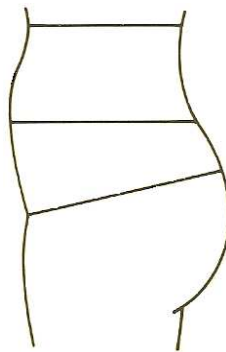
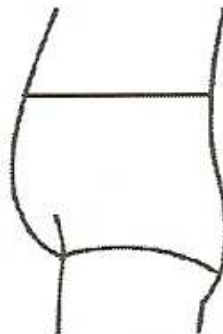

Figure 10 : Forme ventrière (29)
Figure 11 : Forme ventrière (25)
- Forme ventrière (homme surtout ou femme à fesses plates) : abdomen bombé (Figure 10, Figure 11) ;